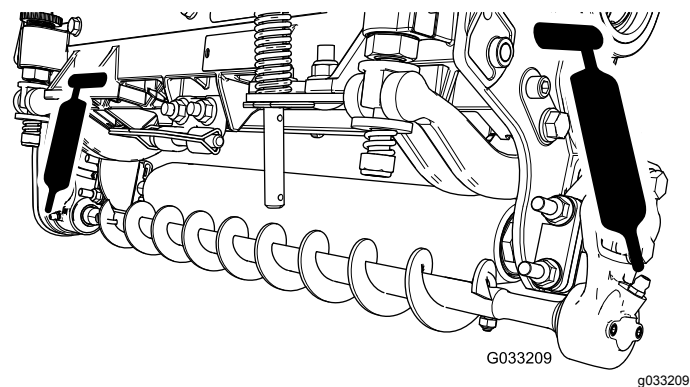

Figura 16
5. Lubrificate i raccordi d'ingrassaggio su ogni alloggiamento del cuscinetto della spazzola per rullo utilizzando grasso a base di litio n. 2 (Figura 16).